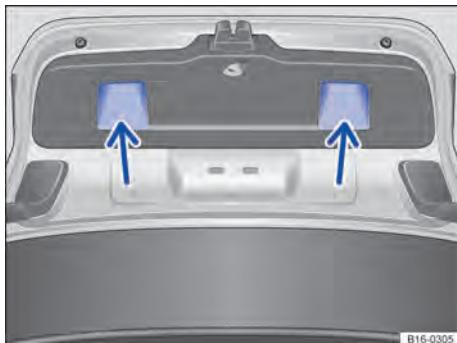

Fig. 60 Tampa do compartimento de bagagem aberta: rebaixos (setas) para puxar e fechar.
- Segurar um dos rebaixos do revestimento interno da tampa do compartimento de bagagem → **Fig. 60** (setas).